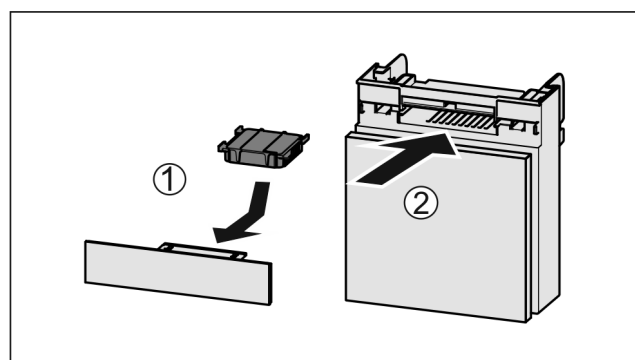

Fig. 123
- Aktivkohlefilter nach Abbildung einsetzen Fig. 123 (1).
- Fach einschieben Fig. 123 (2).